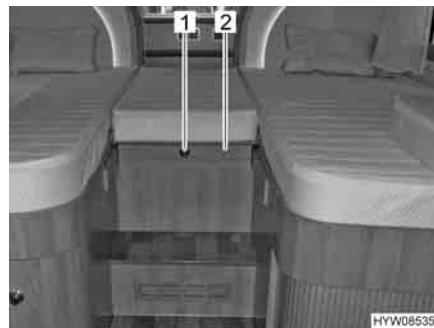

Fig. 77 Letti singoli in coda
- Premere il bottone automatico (Fig. 77,1) e aprire il diaframma (Fig. 77,2).